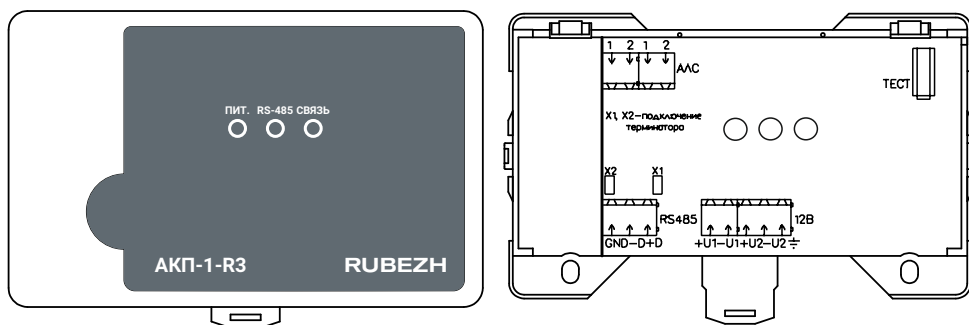

Рисунок 1
4.1 АКП-1 конструктивно выполнен в пластмассовом корпусе, внутри которого размещается плата с электронными компонентами (рисунок 1). На плате установлены клеммные колодки для подключения АКП-1 к АЛС, RS-485 и внешнему питанию, а также вилки с джамперами «X1», «X2», которые следует замкнуть, если АКП-1 в линии RS-485 является оконечным.
4.3 На плате АКП-1 имеется кнопка ТЕСТ (рисунок 1), которая используется для определения адреса АКП-1 в АЛС прибора при кратковременном нажатии. При снятии крышки АКП-1 кнопка инициирует формирование сообщения «Вскрытие», передаваемого по АЛС в прибор.